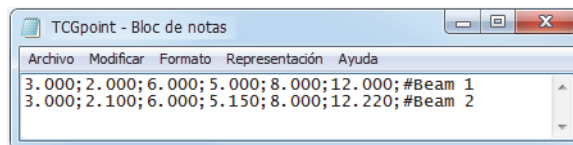

Figura 4-34 Texto de importación de los puntos TCG
1. Cree el archivo .csv para que contenga los puntos TCG determinados a un grupo específico (ver Figura 4-34 en la página 141):